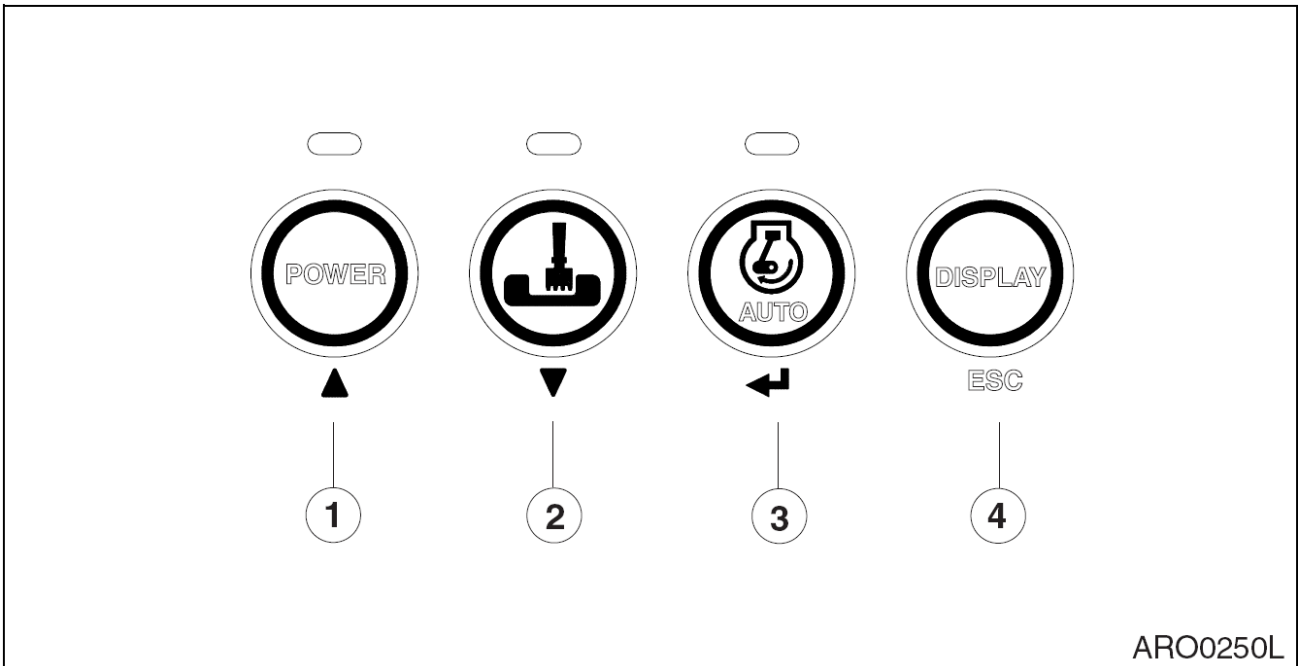

Рис. 52
- Кнопка со стрелкой вверх (▲, 1 на рис. 52): используется для перемещения пункта меню вверх или влево.
- Кнопка со стрелкой вниз (▼, 2 на рис. 52): используется для перемещения пункта меню вниз или вправо.
- Кнопка "Enter" (Ввод) (◀, 3 на рис. 52): используется для установки меню или стирания времени использования фильтра/масла.
- Кнопка Меню/ (ESC, 4 на рис. 52): Используется для входа в главное меню или для возврата к предыдущему экрану из каждого подменю.